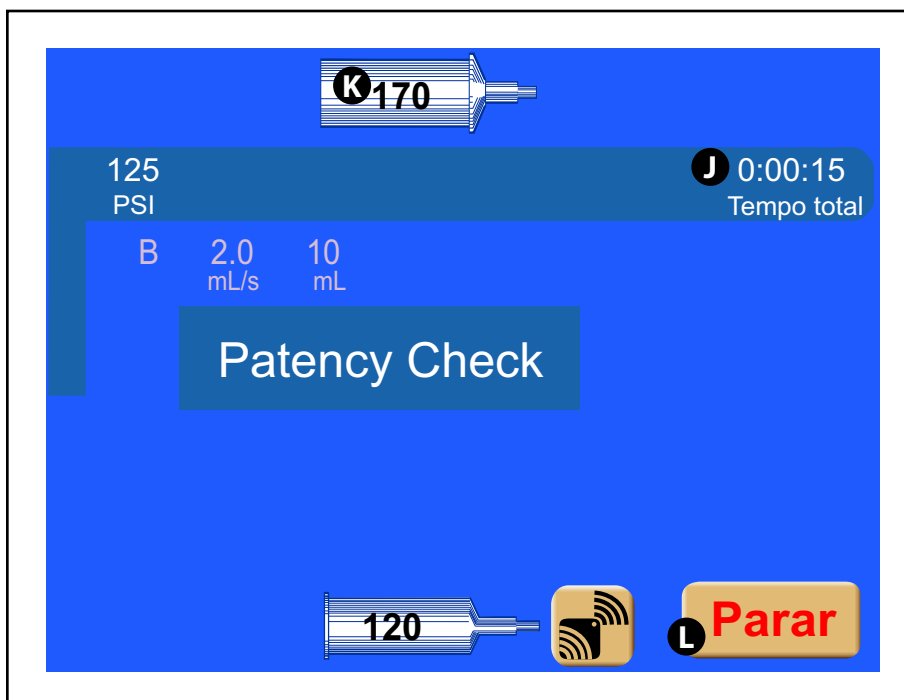

Figura 5-12-2 Tela de injeção de Verificação de desobstrução (somente na cabeça motorizada)
3. Pressione a tecla [Iniciar desobstrução] **I** para dar início à injeção e exibir a tela como mostrado na Figura 5-12-2. Monitore o local e instrua o paciente para avisar o operador sobre alguma dor, pressão ou inchaço anormal.